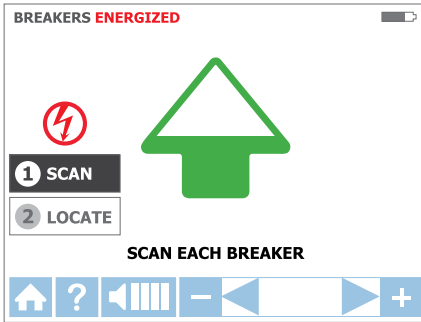

Abbildung 3.4b
- a. Das Gerät startet automatisch im 1 **SCAN**-Modus – siehe Abbildung 3.4b.